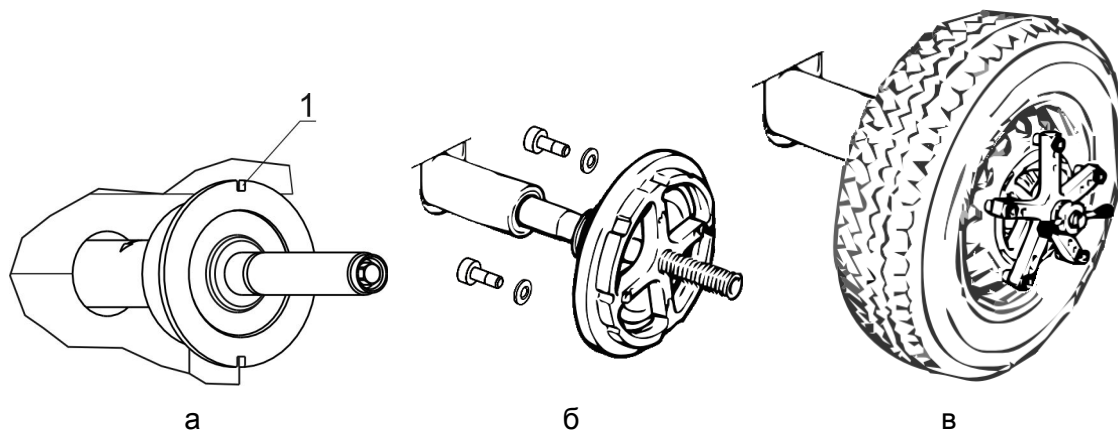

Рисунок 5.1
*Закрепить упорное кольцо на приводном валу двумя болтами через пазы 1, рисунок 5.1 а, 5.1 б.*